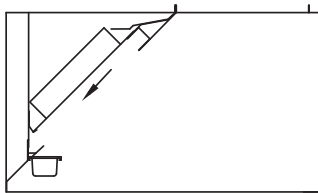

Fig. 22
3. Une fois que le filtre est à la hauteur de la goulotte de filtre arrière inférieure, l'engager dans la goulotte, comme sur la Fig. 22.